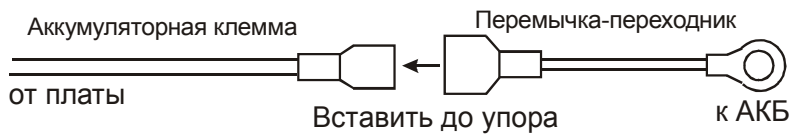

Рисунок 2
- соединить клеммы АКБ с перемычками переходниками АКБ, соблюдая полярность, см. рисунок 2 Приложения;